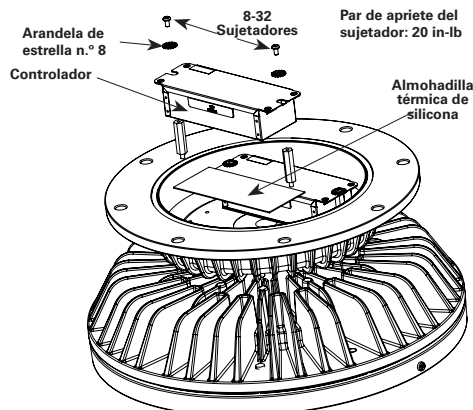

Figura 2
6. Retire los tornillos 8-32, las arandelas, los controladores y las almohadillas térmicas de silicona (consulte la figura 2). Se proporcionan los elementos de montaje de reemplazo.
8. Cuando instale los controladores de repuesto, asegúrese de que se instalen la almohadilla térmica, el controlador, la arandela de estrella, el separador y el sujetador (consulte la figura 2).